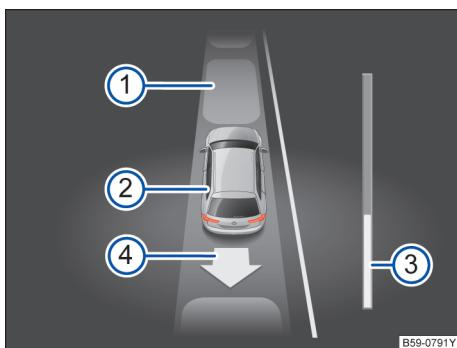

图 174 在组合仪表的显示器中：与车道平行的驶出
→ 图 174 的图例：
进度条 → 图 174 ③ 表示待行驶距离 → 第 177 页。